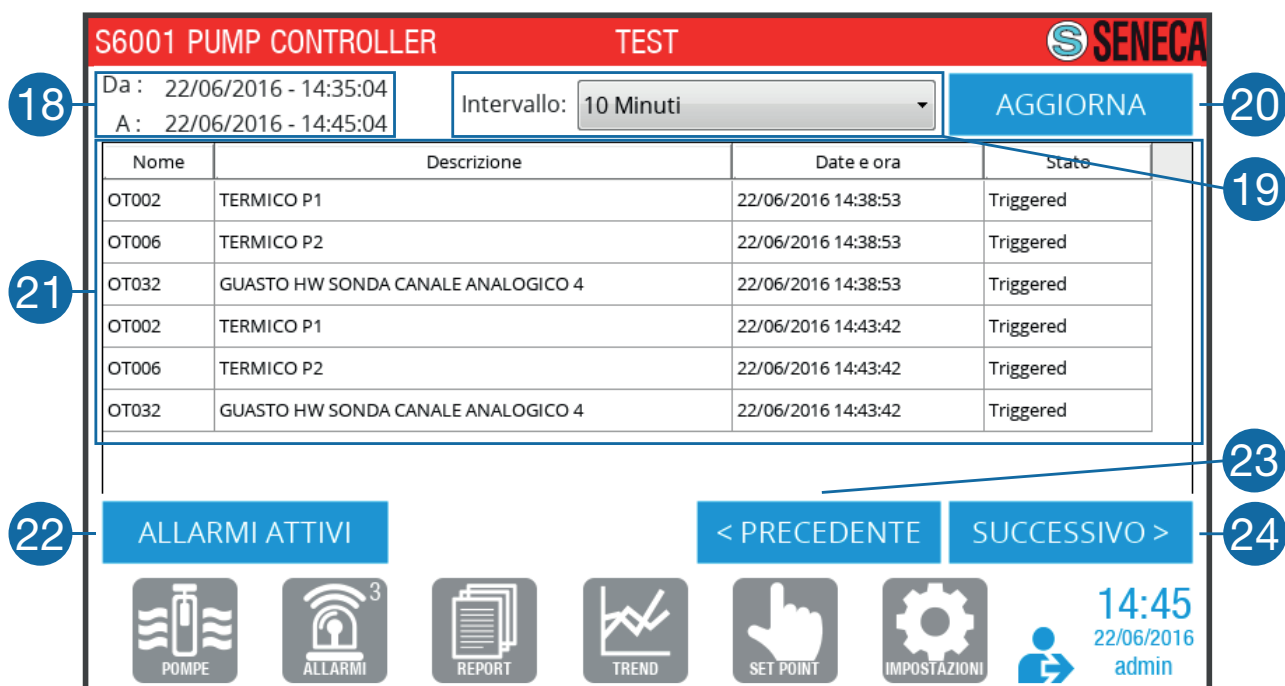

Fig. 53 Schermata "Storico allarmi"
- "Allarmi" (**Fig. 53 a pag. 65**);
Tasto di accesso alla pagina "Allarmi" (Fig. 53 a pag. 65).
La pagina "Allarmi" (**Fig. 53 a pag. 65**) permette di gestire gli allarmi.
22	Tasto di ritorno alla pagina "Allarmi" (Fig. 53 a pag. 65).